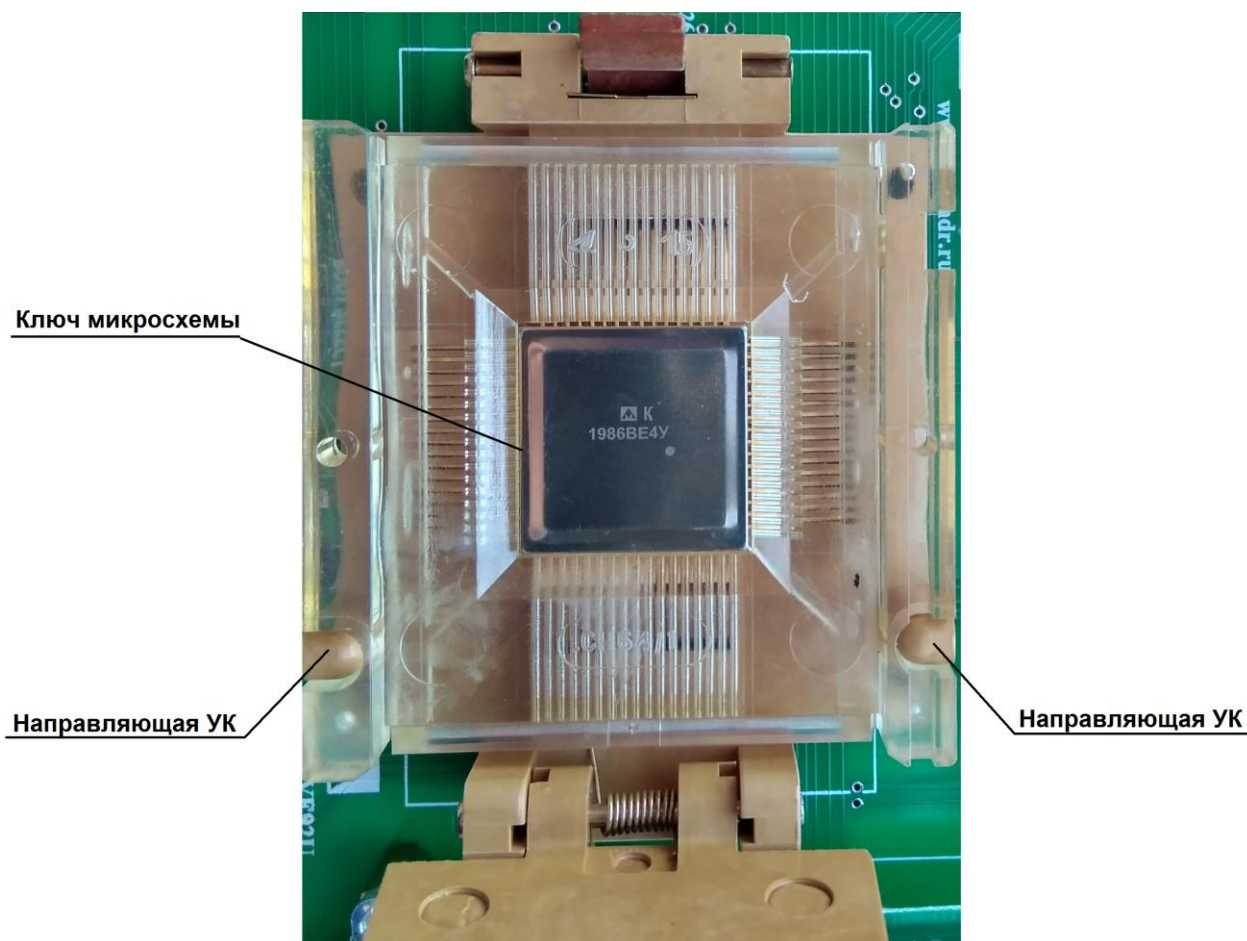

Рисунок 6 – Расположение микросхемы в устройстве контактном
7.3.2 Установить в устройство контактную микросхему K1986BE4УК в спутнике-носителе, ориентировать согласно направляющим устройства контактного (см. рисунок 6).